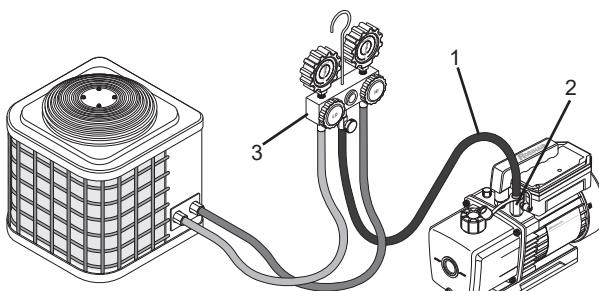

Figure 6
3. Brancher un flexible de service de réfrigération (1) à l'entrée de la pompe à vide (2) et au manomètre (3) (*voir Figure 6*).
4. Brancher les flexibles de service côté haut et côté bas à leurs orifices de service respectifs du système A/C-R (*voir Figure 6*).
1. Fermer la ou les vannes du collecteur entre la pompe et le système (*voir Figure 6*).
2. Retirer le flexible de l'entrée de la pompe (2) (*voir Figure 6*).
4. Remettre le bouchon sur l'orifice d'entrée pour empêcher l'infiltration de contamination ou de particules dans l'orifice (2) (*voir Figure 6*).